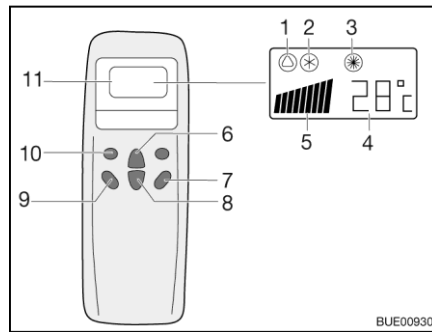
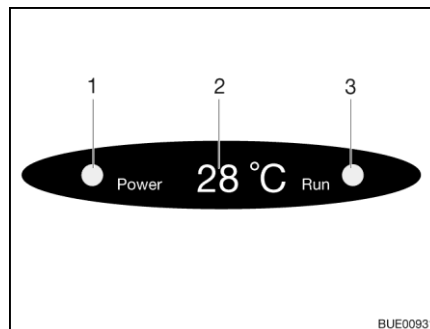

Bild 226 Fernbedienung
Bild 227 Anzeige am Diffusor
- Die Taste "ON/OFF" (Bild 226,7) drücken.
- Die Taste "Mode" (Bild 226,10) so oft drücken, bis die gewünschte Betriebsart (Bild 226,1, 2 oder 3) auf dem Display angezeigt wird. Die entsprechende Kontroll-Leuchte auf der Anzeige am Diffusor (Bild 227,3) leuchtet.
- Mit den Tasten Temperaturerhöhung (Bild 226,6) oder Temperaturverminderung (Bild 226,8) die gewünschte Temperatur einstellen.
- Mit der Taste Lüfterdrehzahl (Bild 226,9) die gewünschte Lüfterstufe wählen.